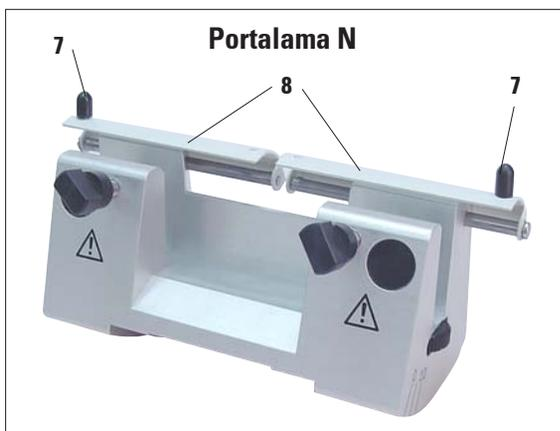

Fig. 4
Sul proteggi lama (8) del portalama N/NZ sono presenti maniglie (7) per effettuarne lo spostamento (fig. 4).